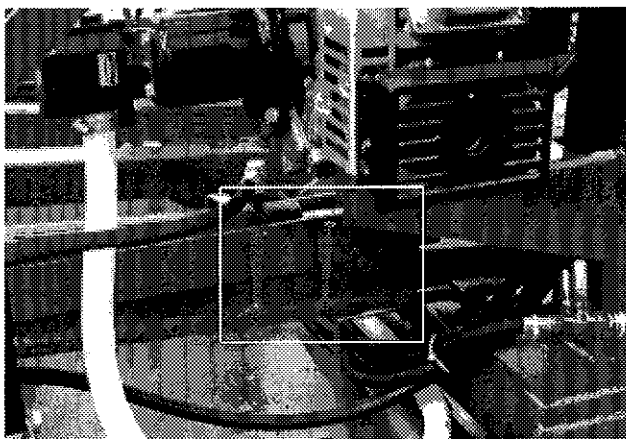
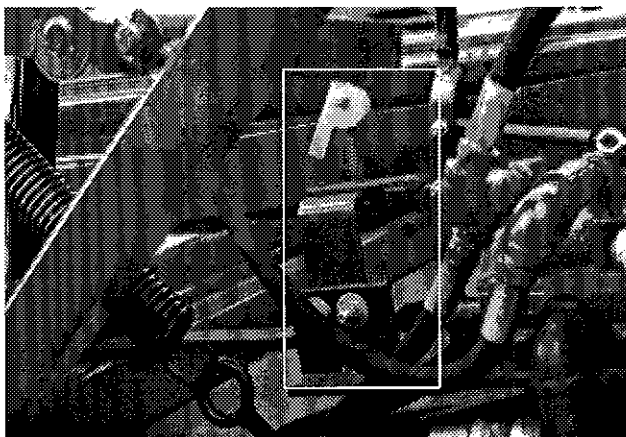

Figure 13
Figure 14
- 7) Vérifier le fonctionnement du mécanisme d'opération du poussoir. Il doit fonctionner librement et revenir automatiquement au point de départ. Au besoin, ajuster les butées de fin de course (fig. 13), l'ajustement de la détente (fig. 14) ou la longueur de la tige de commande (fig. 15).